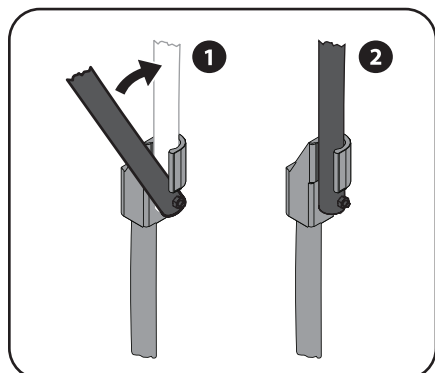

Figure 3-13
3. Faites tourner la partie inférieure du support de fixation droit et verrouillez-le en position comme montré à la Figure 3-13.